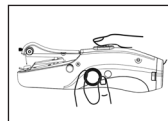
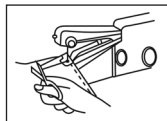

Fig. 1
Fig. 5
- 1) Certifique-se de que a máquina esteja desligada (Figura A; o botão da máquina deve ser empurrado para trás). Mova o braço da agulha para sua posição superior usando a roda de ajuste. **Nota:** A roda de ajuste pode girar em qualquer direção (Fig. 1).
- 6] No final da costura, mova a agulha para a posição superior com a roda de ajuste (Fig. 1) e puxe cerca de 7,5 cm (3 pol.) de linha. A forma mais fácil de fazer isso é com o cabo de um abridor de costuras ou com a parte sem corte de uma tesoura. (Fig. 5).